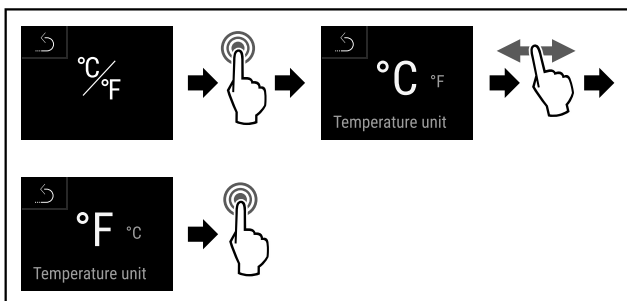

Fig. 109
- ▶ Провести етапи операцій (див. Fig. 109).